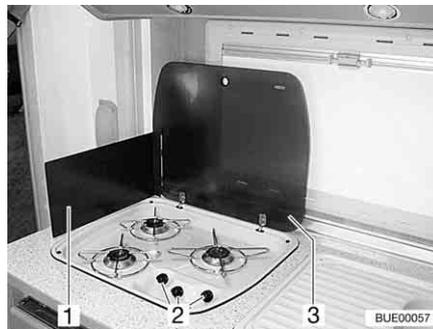

Fig. 152 Cocina de gas
- Abrir la tapa de la cocina de gas (Fig. 152,3).
- Según el modelo, desplegar o colocar la chapa guardallamas (Fig. 152,1).
- Girar el regulador giratorio (Fig. 152,2) correspondiente al quemador deseado a la posición de encendido (llama alta).